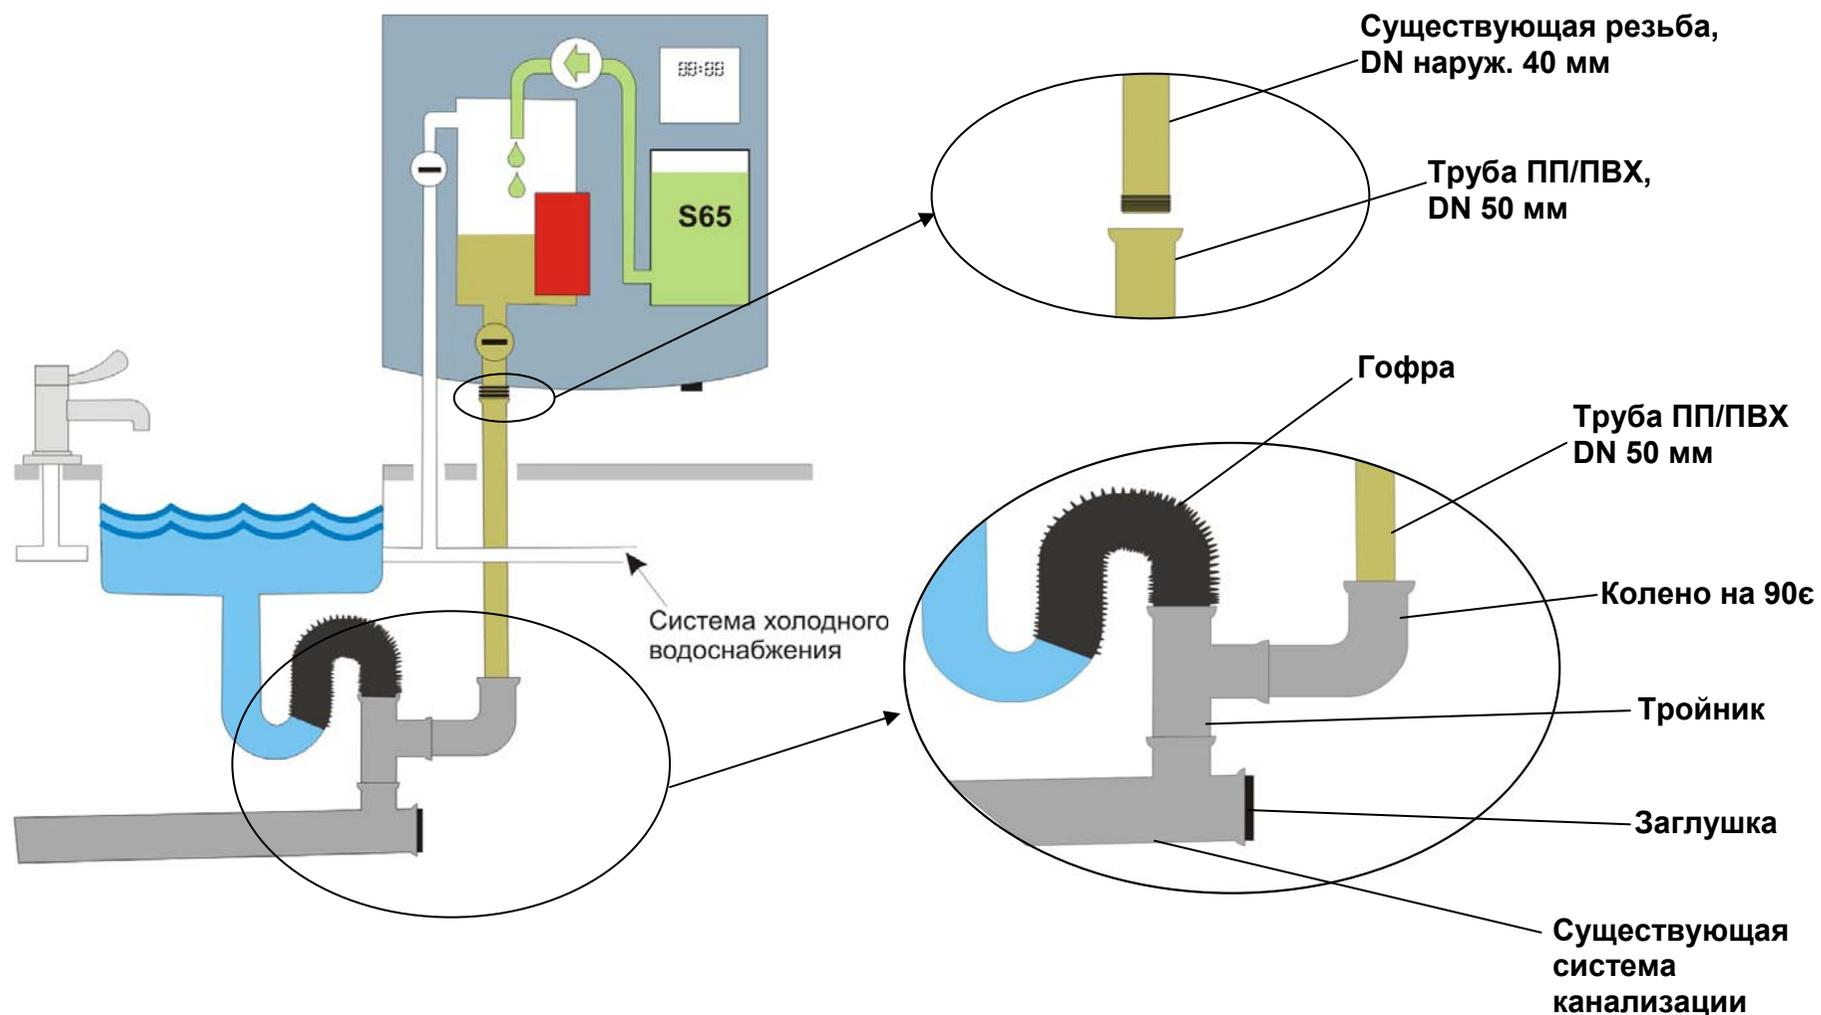

Рис.4
- 3.3.2. Подсоедините трубу 1¹/₂" (40 мм) к выходу с резьбой из Поглотитель жира Grease Guzzler. К действующей сети подключение осуществляется после сифона с помощью тройника (рис. 4).